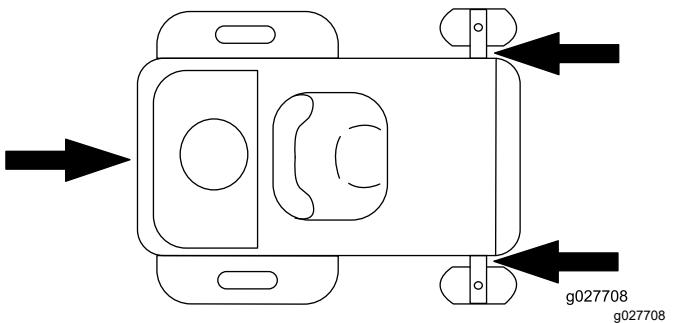

Figura 33
6. Ancorate la macchina in prossimità delle ruote orientabili anteriori e del telaio posteriore con cinghie, catene, cavi o corde (Figura 33). Fate riferimento ai regolamenti locali per i requisiti di ancoraggio.